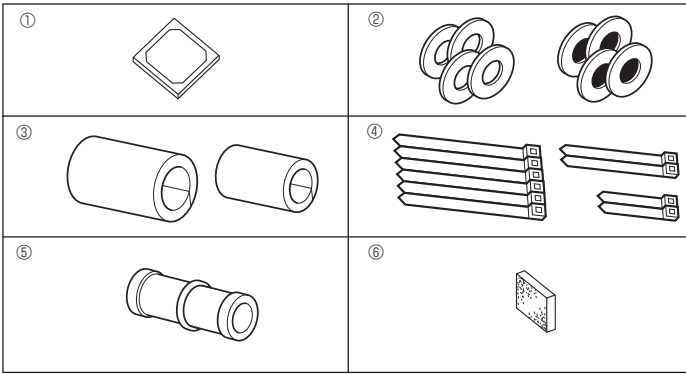

Fig. 4-1
4.1. İç ünite aksesuarlarını kontrol edin (Fig. 4-1)